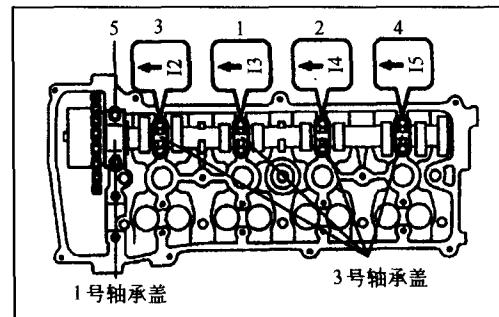

图 1-18
(16)检查凸轮轴轴承盖的向前记号和数字,装上凸轮轴轴承盖,按图1-18所示次序拧紧螺栓,1号轴承盖的扭矩: $30\text{N}\cdot\text{m}$ ,3号轴承盖的扭矩: $9.0\text{N}\cdot\text{m}$ 。